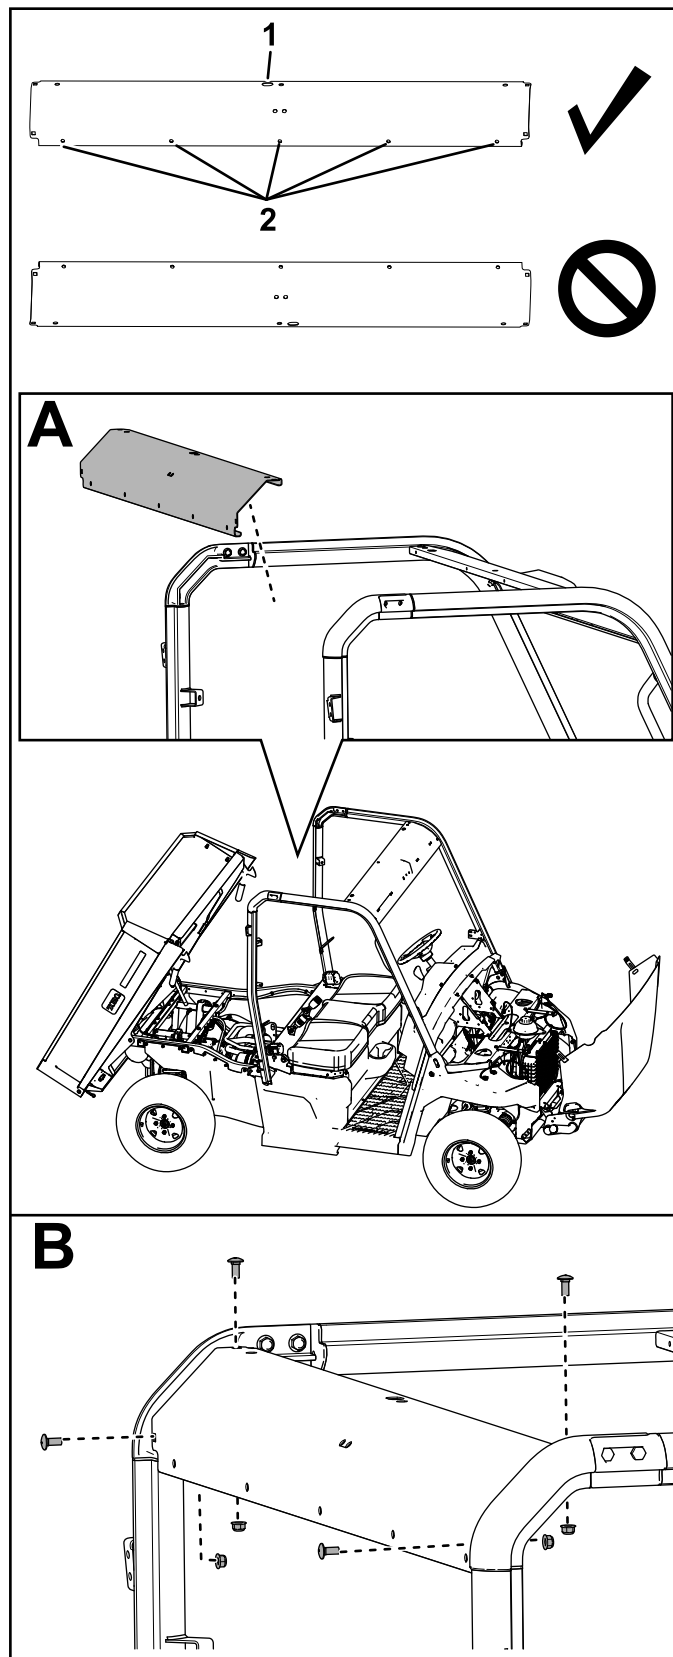

Figura 17
12. Sujete el travesaño trasero a los conjuntos traseros de la barra antivuelco con 4 pernos de cuello cuadrado (5/16" x 3/4") y 4 contratuercas (5/16"), como se muestra en la Figura 17.
Asegúrese de colocar el travesaño como se muestra en la Figura 17.